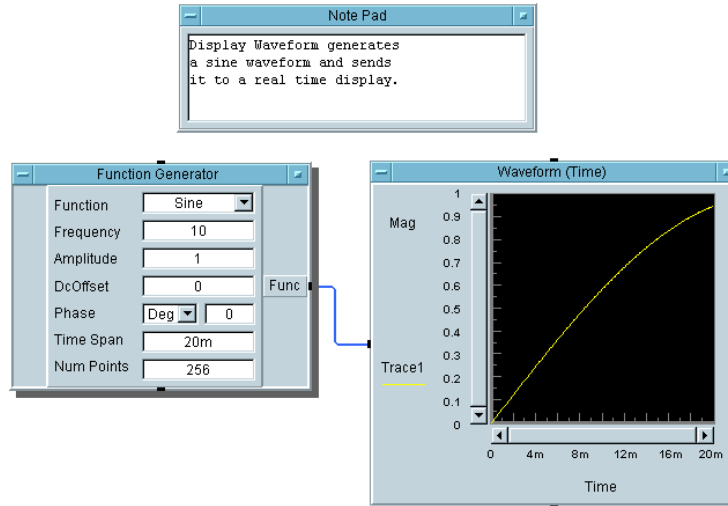

図 1-29. [Frequency] フィールドを [10Hz] に変更した例
8. **Delete** キーを押して最後の 0 を削除して、[Frequency] の値を [10] に変更します。プログラムを実行します。図 1-29 のように表示されます。